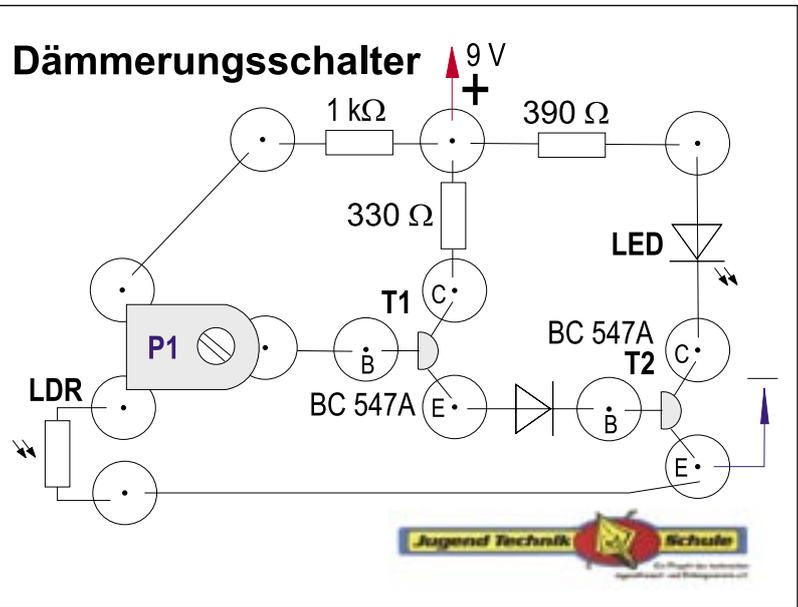

Bild 1: Stromlaufplan und Kopiervorlage des Dämmerungsschalters
Bild 1 zeigt den Stromlaufplan eines einfachen Dämmerungsschalters. Zwei Bauelemente sind für uns neu. Das eine – mit **P1** gekennzeichnet – ist ein Einstellwiderstand. Bild 2 zeigt dessen Bauform und Schaltbild. Der Mittelanschluss ermöglicht die Einstellung des gewünschten Widerstandswertes. Das andere Bauelement ist eine Universaldiode. Bild 3 gibt deren Schaltsymbol und eine übliche Bauform an.
- 1. Schritt:** Wir kopieren die Vorlage (Bild 1) mit der Größe 100 mm x 80 mm und kleben sie mit einem Klebestift auf ein etwa 8 mm dickes Holzbrett. Dabei müssen wir beachten: Das Holzbrett sollte in Länge/Breite einige Millimeter größer als die Vorlage sein.